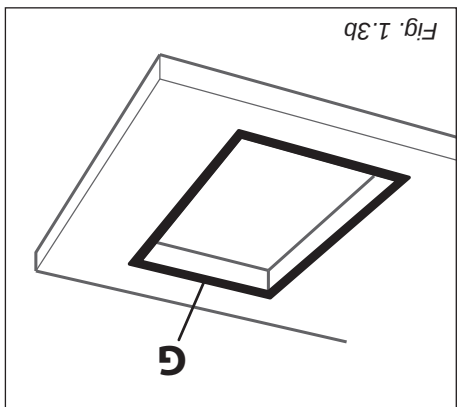

Fig. 1.3b
• Poser le joint "G" sur l'arête de la découpe effectuée sur le meuble, en ayant soin de superposer les extrémités du joint (fig. 1.3b).